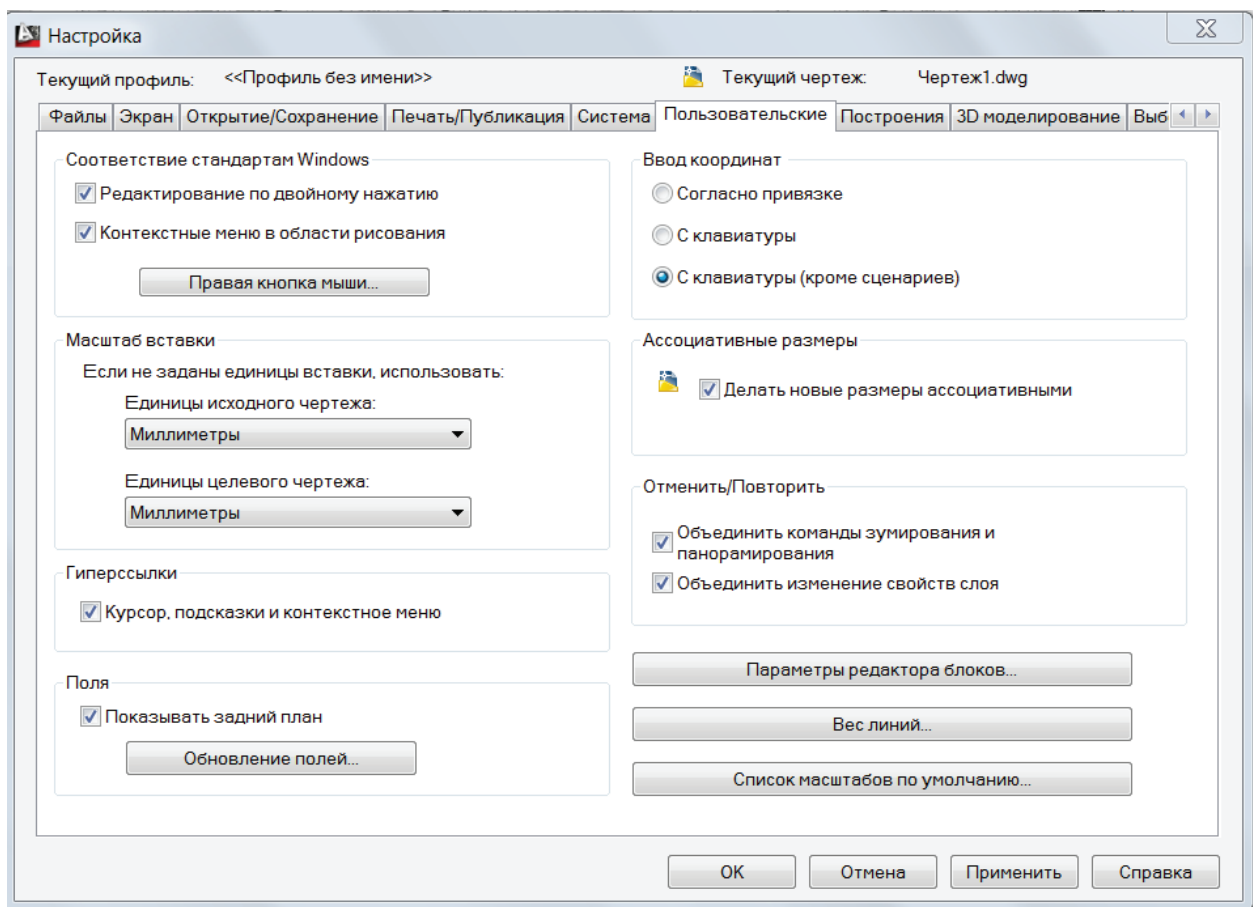

Рис. 43. Диалоговое окно Настройка. Вкладка Пользовательские
На вкладке Пользовательские (рис. 43) диалогового окна Настройка выберите и установите:
- ◆ кнопка Правая кнопка мыши (рис. 43) позволяет настроить контекстное меню при щелчке правой кнопкой мыши в графической области;